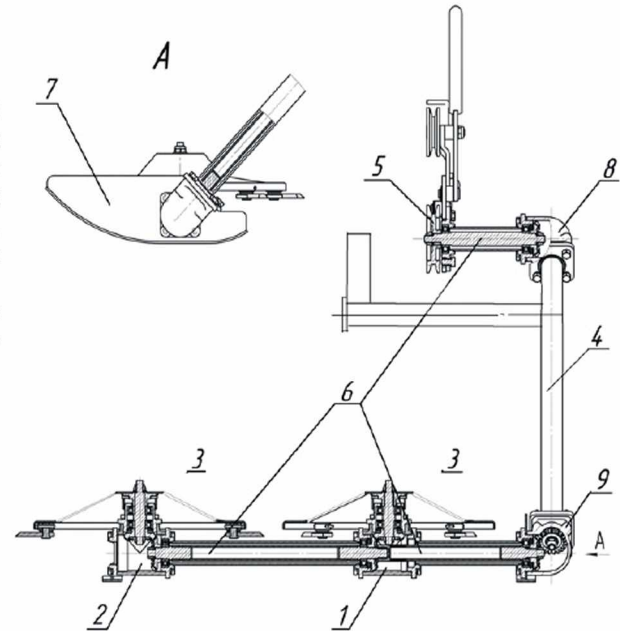
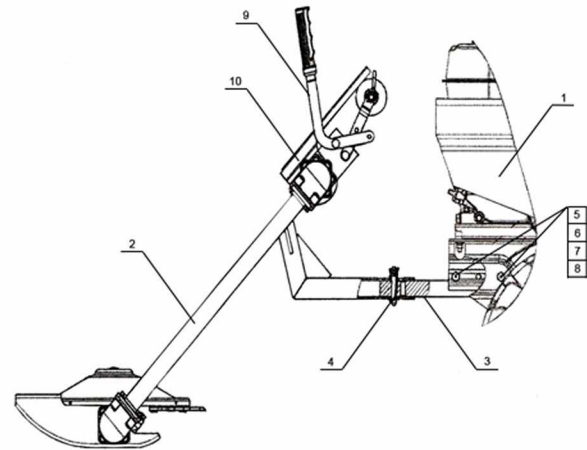

Рис. 1 Косилка роторная
Рис.5
Косилка роторная навесная (в дальнейшем по тексту – косилка) представленная на Рис.1 является одним из навесных орудий к мотоблокам «Ока», «Нева», «Каскад», на Рис.5 к мотоблокам «Салют», «Авангард» и предназначена для скашивания как обычной травы, так и густостебельной травяной растительности, расположенной на малых участках, обочинах дорог, на склонах до 10° и пр.
- Общий вид косилки представлен на Рис. 1. Конструкция режущих дисков и редуктора привода дисков представлены на Рис.2.
- Передача крутящего момента от приводного шкива п.5 (Рис. 1) к режущим ножам установленных на диске, осуществляется с помощью шлицевых торсионных валов п.6 и редукторов п.1, п.2, п.8, п.9.
При подключении косилки к мотоблокам "Нева", "Ока", "Пахарь" на мотоблок ничего дополнительно устанавливать не надо. Косилка присоединяется к штатному штырю мотоблока диаметром 30 мм. На косилке уже должно быть установлено натяжное устройство с кожухом (см. рис.3). Кожух, как и само натяжное устройство крепится к фланцу, находящемуся у приводного шкива. При использовании с мотоблоками "Салют", "Авангард" необходима подготовка самого мотоблока. Необходимо установить специальный переходной штырь, к которому уже собственно и будет прикрепляться сама косилка (см. рис.5).
- Для заполнения редукторов привода первого и второго режущих дисков п.1 и п.2 (Рис. 1) необходимо расконтрить и отвернуть гайку п.1 (Рис. 2), снять шайбу п.2 и диск п.3, отвернуть четыре болта п.4, снять пружинные шайбы п.5 и корпус ведомой шестерни п.6.
- Для заполнения верхнего углового редуктора п.8 (Рис. 1) необходимо отвернуть четыре болта крепления редуктора к раме п.4, затем снять редуктор п.8 вместе с приводом от шкива п.5. В полость редуктора добавить 50 см³ солидола ГОСТ 4366-76. Сборку редуктора произвести в обратном порядке.
- Для заполнения нижнего углового редуктора п.9 (Рис. 1) не обходимо отвернуть четыре болта крепления редуктора к раме п.4 и два болта крепления редуктора привода второго режущего диска п.2 к раме п.4, затем снять нижний угловой редуктор вместе с редукторами п.1 и п.2. В полость редуктора п.9 добавить 50 см³ солидола ГОСТ 4366-76.